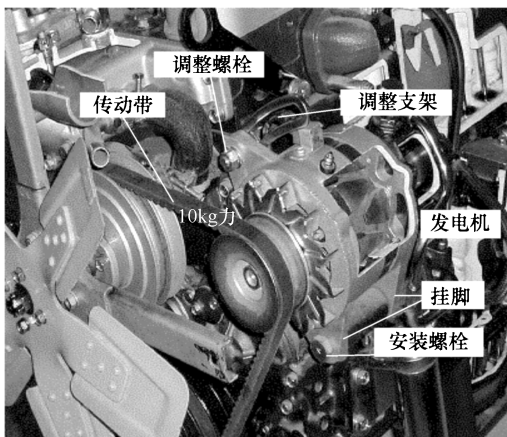

图 3-51 发电机的安装调整
(1) 安装调整 发电机通过前后端盖的挂脚安装在发动机缸体上，如图3-51所示。传动带的松紧度调整，通常通过改变上挂脚与调整支架的相对位置来实现，风扇皮带张紧度一般为 10N。